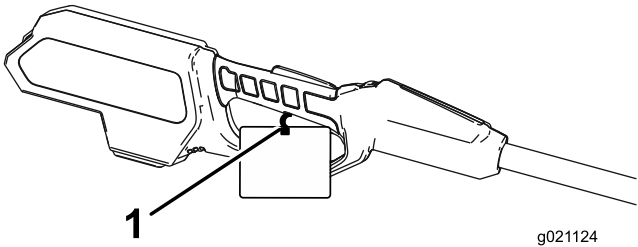

Figura 3
3. Corte la brida y retírela del gatillo (Figura 3).